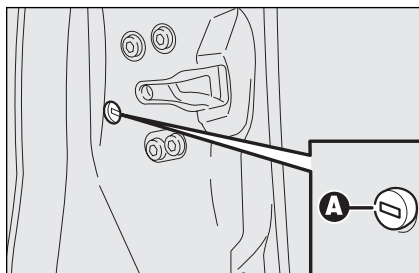

fig. 92
- inserire l'inserto metallico della chiave elettronica nella sede **A-fig. 92**;
- togliere la chiave dalla sede **A-fig. 92** e successivamente riposizionare il tappo di protezione sulla porta.